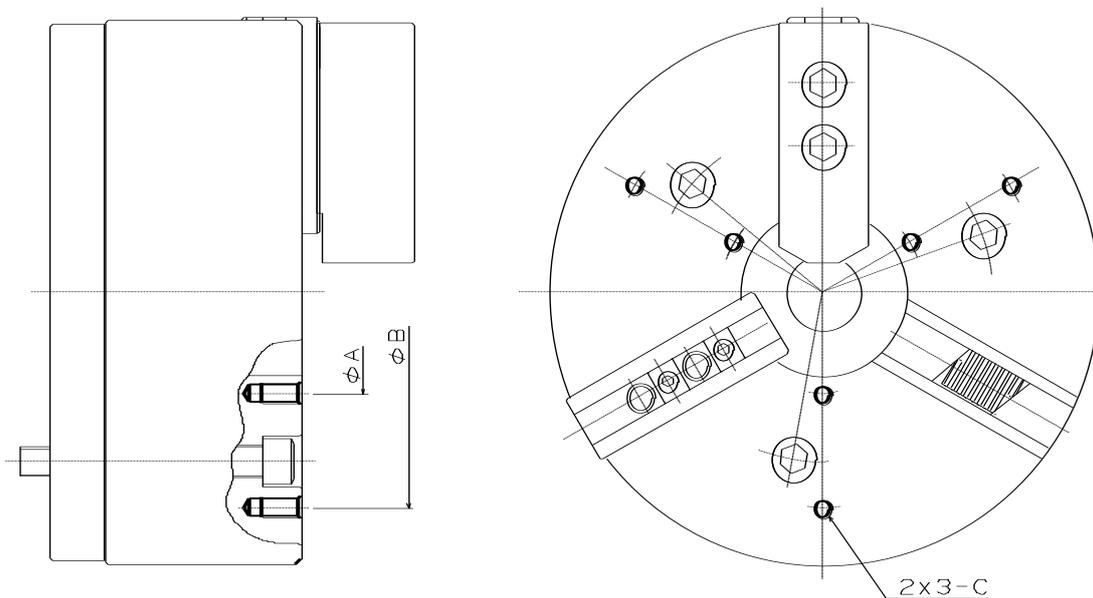

図 11
- ・ チャックボデー表面にロケータや治具を取り付ける場合は、図 11 に示すチャック表面のタップを使用してください。